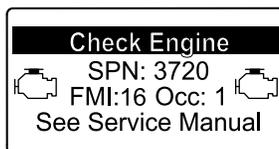

Figura 18
- Avvertenza motore SPN 3720, FMI 16 (Figura 18)